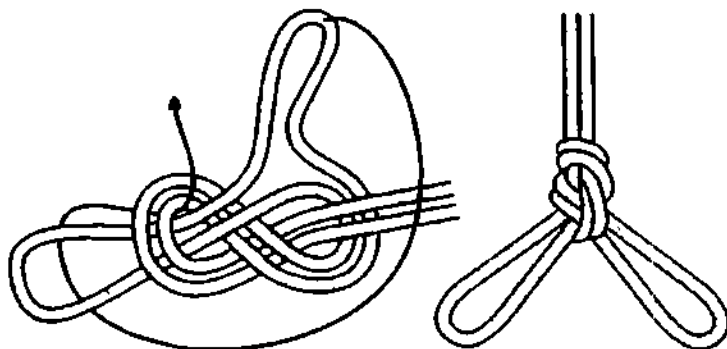

Рис. 453. Диаметральный проводник.
*Диаметральный проводник* вяжется из одинарной фламандской петли (рис. 453). *Диаметральный проводник* надёжный, легко вяжется, легко запоминается и легко развязывается.